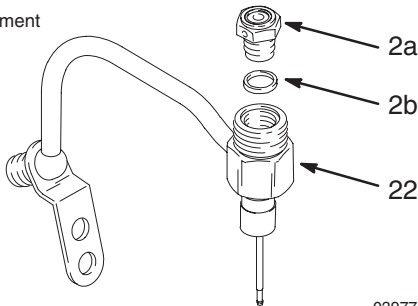

Fig. 15 03977
3. Plasser pakningen (2b) på ventilsetet (2a). Smør gjengene på ventilsetet (2a) med fett. Skru ventilsetet inn i væskehuset (22). Trekk til med 27–34 Nm. Se Fig. 15.